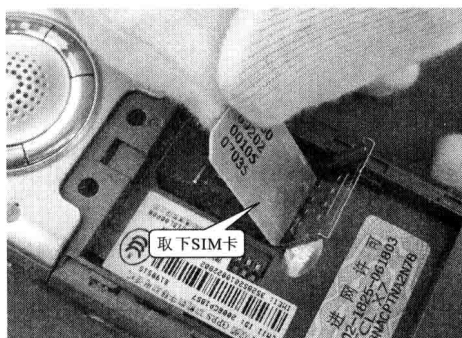

图 1-6 拆卸步骤⑥
步骤⑥ 打开卡仓后,用手轻轻撬动 SIM 卡即可将卡取下;安装 SIM 卡时将 SIM 卡安装到卡仓内后,按住金属板向上推即可,如图 1-6 所示。